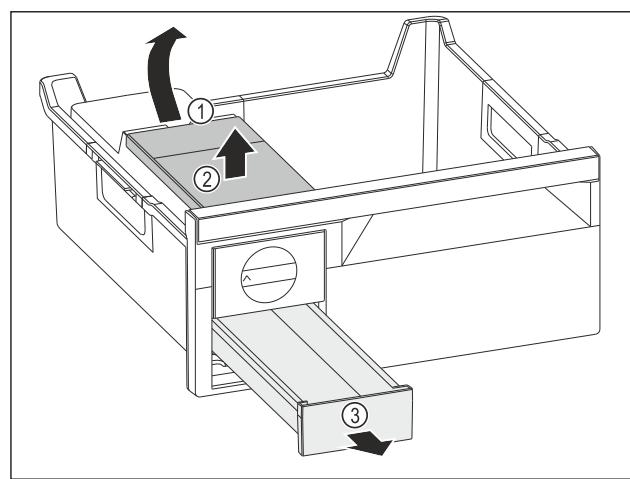

Fig. 144
- Вийняти бак для води: підняти бак для води за заглиблення Fig. 144 (1).
- Вийняти бак для води Fig. 144 (2) рухом вгору.
- Вийняти висувний ящик для кубиків льоду Fig. 144 (3) рухом вперед.